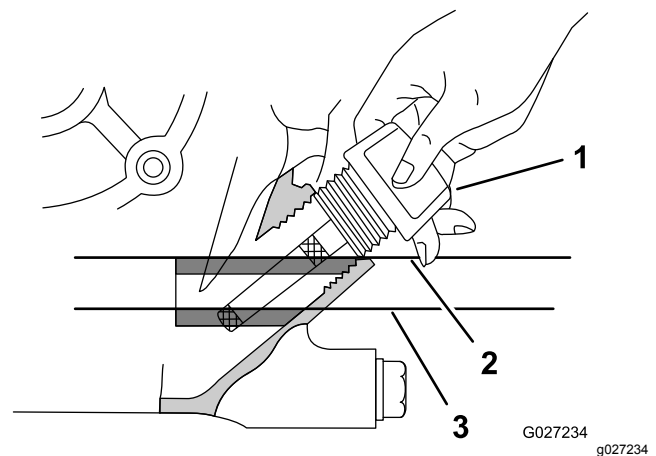

Figura 8
4. Retire la varilla del motor y límpiela con un trapo limpio (Figura 8).
5. Inserte la varilla del motor, tal y como se muestra en la Figura 8.
6. Retire la varilla del cuello de llenado y observe el nivel de aceite en la varilla (**Figura 8**).
Nota: El nivel del aceite del motor debe cubrir entre las áreas marcadas en la varilla (**Figura 8**).
8. Apriete a mano la varilla en el cuello de llenado (**Figura 8**).